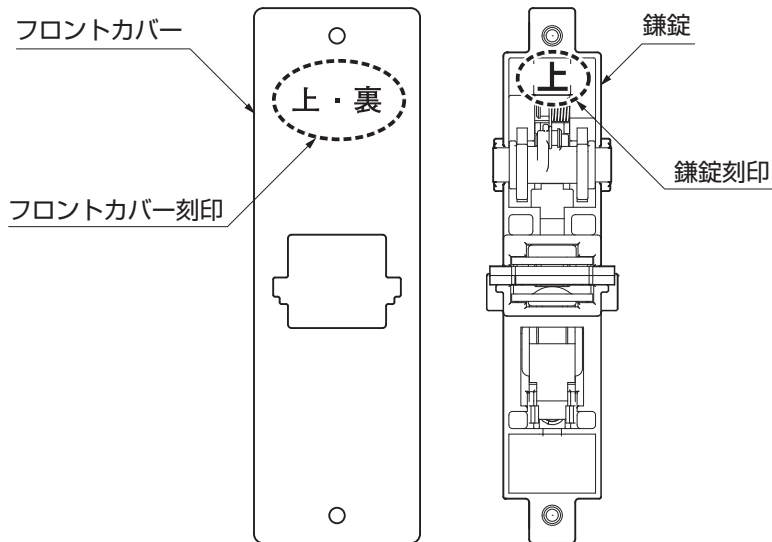

図6-5
- 鎌錠は「上」の刻印のある方を上にフロントカバーは「上・裏」の刻印のある方を上の裏側にしてください。（図6-5参照）